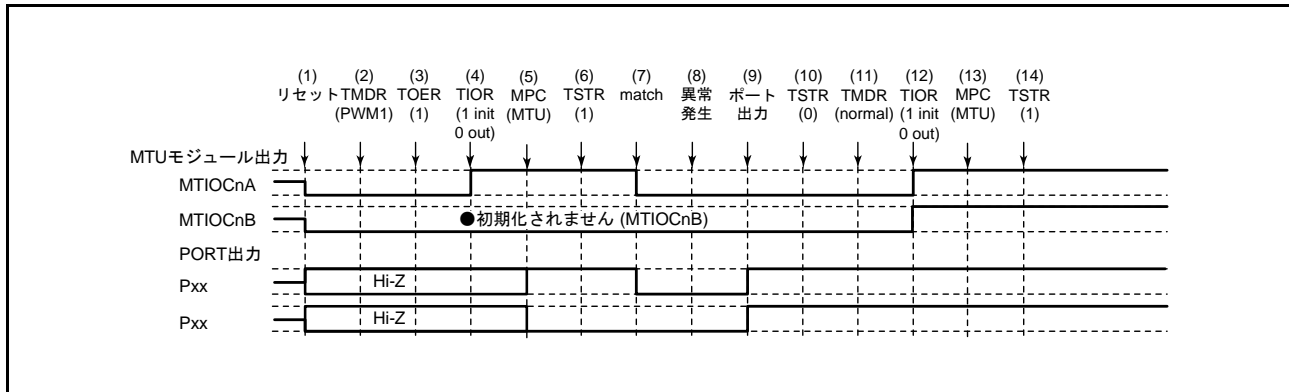

図 20.133 PWM モード 1 で異常が発生し、ノーマルモードで復帰する場合
PWM モード 1 で異常が発生し、再設定後ノーマルモードで再スタートする場合の説明図を図 20.133 に示します。
(1) ~ (10) は図 20.133 と共通です。
(11) PWM モード 1 で再スタートする場合には必要ありません。
(12) TIOR レジスタで端子を初期化してください。なお、PWM モード 1 では MTIOCnB (MTIOCnD) 端子に波形が出力されません。出力すべきレベルがある場合は、I/O ポートのポート方向レジスタ (PDR)、ポート出力データレジスタ (PODR) で汎用出力ポートの設定をしてください。
(13) MPC と I/O ポートのポートモードレジスタ (PMR) で MTU 出力としてください。
(14) TSTR レジスタで再スタートします。
(11) PWM モード 2 を設定します。
(12) TIOR レジスタで端子を初期化してください。なお、PWM モード 2 では周期レジスタの端子に波形が出力されません。出力すべきレベルがある場合は、I/O ポートのポート方向レジスタ (PDR)、ポート出力データレジスタ (PODR) で汎用出力ポートの設定をしてください。
(11) 位相計数モードを設定します。
(12) TIOR レジスタで端子を初期化してください。
- (11) 波形生成部の初期化のためノーマルモードを設定してください。
- (12) TIOR レジスタで PWM モード 1 の波形生成部を初期化してください。
- (13) TIOR レジスタで PWM モード 1 の波形生成部の動作を禁止してください。
- (14) TOER レジスタで MTU3、MTU4 の出力を禁止してください。
- (15) TOCR レジスタで相補 PWM モードの出力レベルと周期出力の許可 / 禁止を選択してください。
- (16) 相補 PWM モードを設定します。
- (17) TOER レジスタで MTU3、MTU4 の出力を許可してください。
- (18) MPC と I/O ポートのポートモードレジスタ (PMR) で MTU 出力としてください。
- (19) TSTR レジスタで再スタートします。